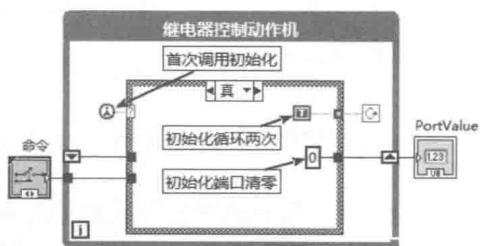

图 10-16 继电器控制动作机初始化
step 2 创建一个 LV2 型全局变量保存一个 U8 数据，代表数字量输出端口的当前值。由于在命令中没有初始化操作，所以需要使用“首次调用”函数实现初始化操作。需要注意的是，在使用“首次调用”函数时，循环执行了两次，首次循环完成初始化操作，第二次循环实现需要的操作。除了在使用“首次调用”函数时需要循环两次之外，其他情形循环均执行一次，具体的程序框图如图 10-16 所示。